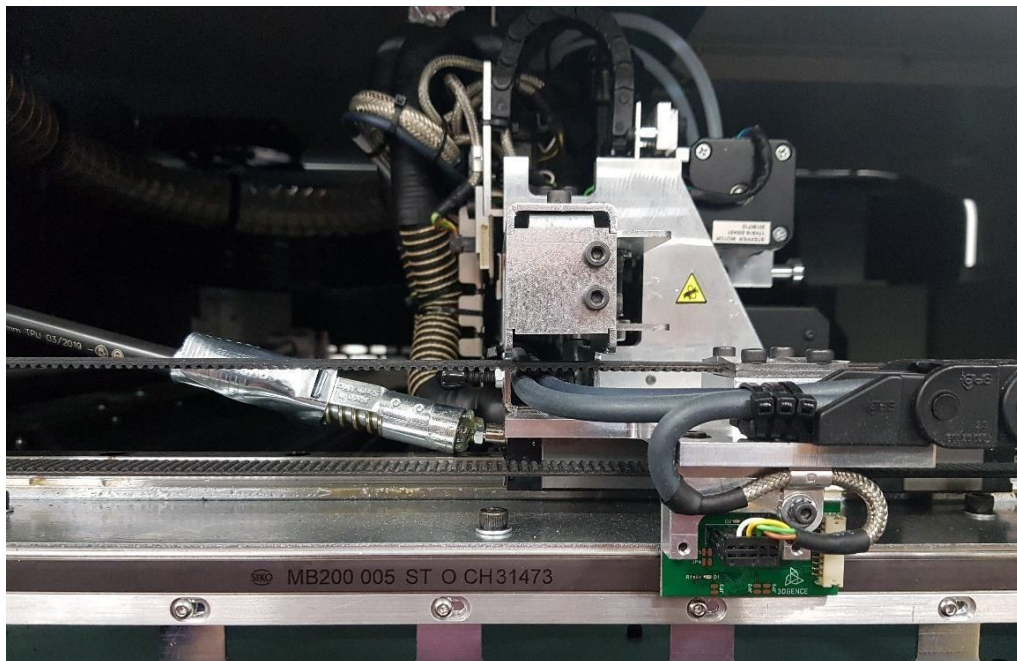

Рис. 94. Подача смазки в смазочные ниппели в левой части принтера
14. Выдавить небольшое количество смазки в смазочный ниппель слева, а затем справа, как показано на рис. 94 и 95.